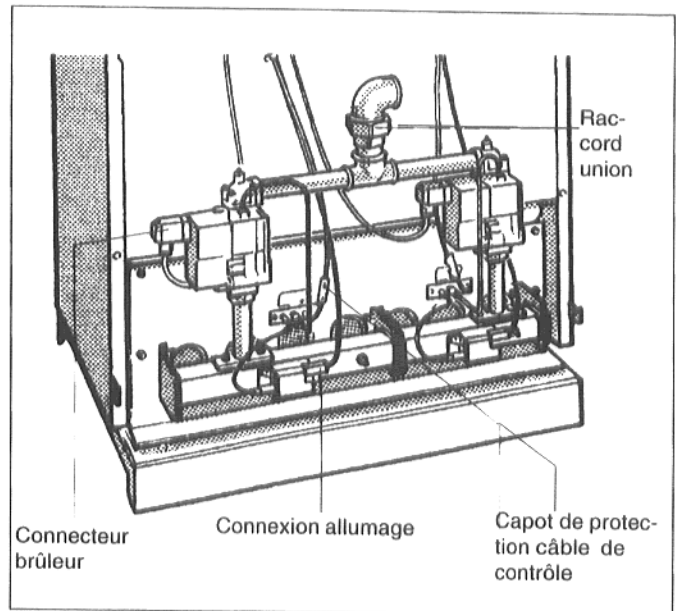

Fig. 40 : brûleur gaz avec robinetterie " BM " 762-012
- Au raccord union, séparer le brûleur gaz de la conduite d'arrivée (fig. 40).
- Desserrer les vis sur la fiche du brûleur et retirer la fiche des blocs gaz (fig. 40).
- Oter les connexions sur les électrodes d'allumage (fig. 40).
- Retirer le capot de protection sur les câbles de contrôle (fig. 40) et oter les connexions.